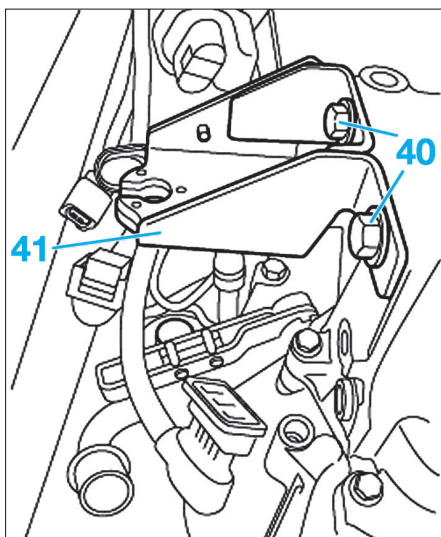

Fig. 36
• Dévisser les vis de fixation (40) et déposer l'étrier (41) de support du câble d'embrayage (Fig.36).